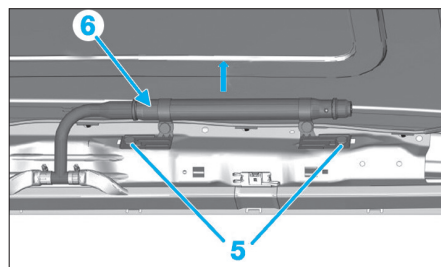

Fig. 12
- Déposer les vis de fixation (5) (Fig.12).
- Déposer le coussin gonflable latéral de pavillon (6).